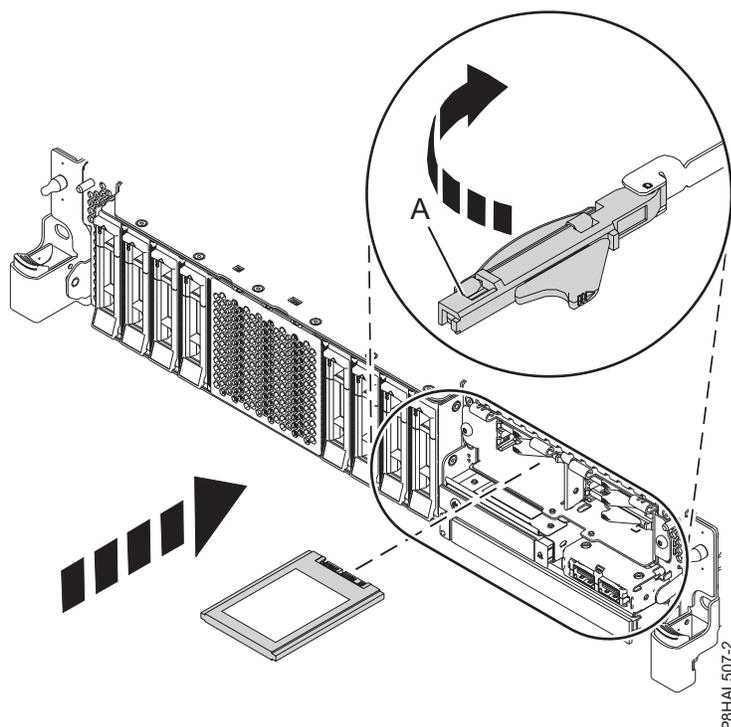

Figure 14. Installation d'une unité SSD dans un système à 8408-44E ou 8408-E8E
14. Avec la poignée de la baie d'unité SSD (**A**) en position déverrouillée, tirez le levier vers l'extérieur pour accéder aux rails de guidage de l'emplacement SSD. Maintenez l'unité SSD par le dessous tout en l'alignant avec les rails de guidage de l'emplacement SSD. Pour plus d'informations, voir figure 14 , à la page 23.
18. Verrouillez l'unité en faisant tourner la poignée de la baie (A) dans la direction indiquée. figure 14.